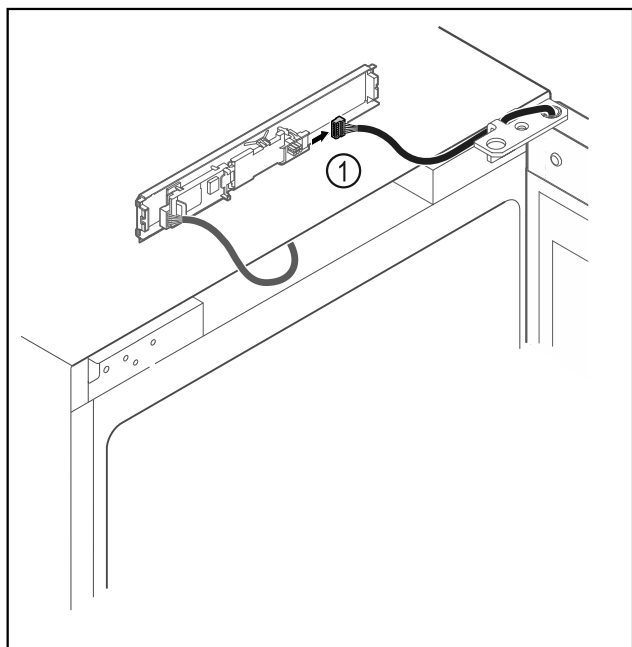

Fig. 13
- Scollegare il connettore Fig. 13 (1) dalla scheda.